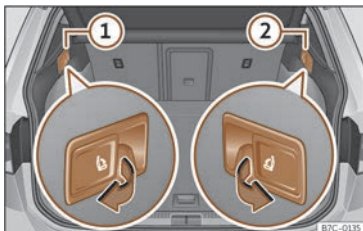

Fig. 76 Dans le coffre à bagages : leviers de déverrouillage du dossier arrière.
- Tirez le levier de déverrouillage à distance de la partie gauche >>> **fig. 76** ① ou droite ② du dossier dans le sens de la flèche. La partie déverrouillée du dossier arrière se rabat automatiquement vers l'avant.